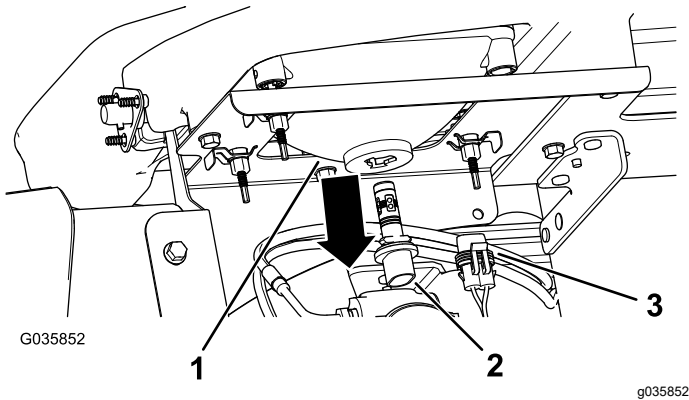

Figura 42
- Desconecte el conector eléctrico del arnés de cables del conector de la lámpara, en la parte trasera de la carcasa del faro (Figura 42).
- Retire el conjunto de la lámpara girándola $\frac{1}{4}$ de vuelta en sentido antihorario y desplazándola hacia atrás (Figura 42).
- Instale el conjunto de lámpara nueva y la carcasa del faro y alinee las pestañas del conjunto de la lámpara con las ranuras de la carcasa del faro (Figura 42).
- Sujete el conjunto de la lámpara girándola $\frac{1}{4}$ de vuelta en sentido antihorario (Figura 42).
- Conecte el conector eléctrico del arnés de cables al conector del conjunto de la lámpara nueva (Figura 42).